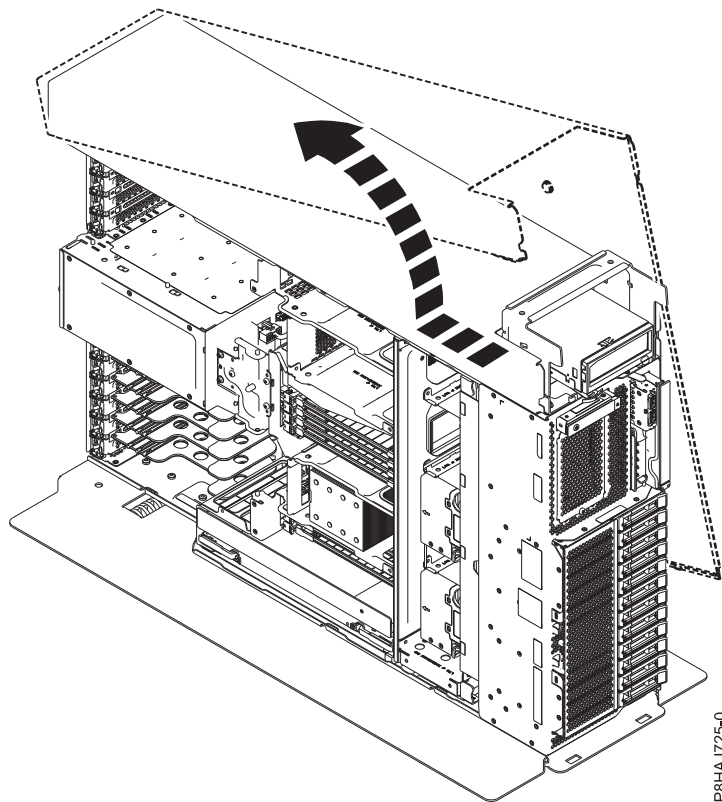

Abbildung 28. Ausbauen der Seitenabdeckung bei einem Standalone-System vom Typ 8286-41A
5. Schieben Sie die Seitenabdeckung in der in Abb. 28 dargestellten Richtung vom System.